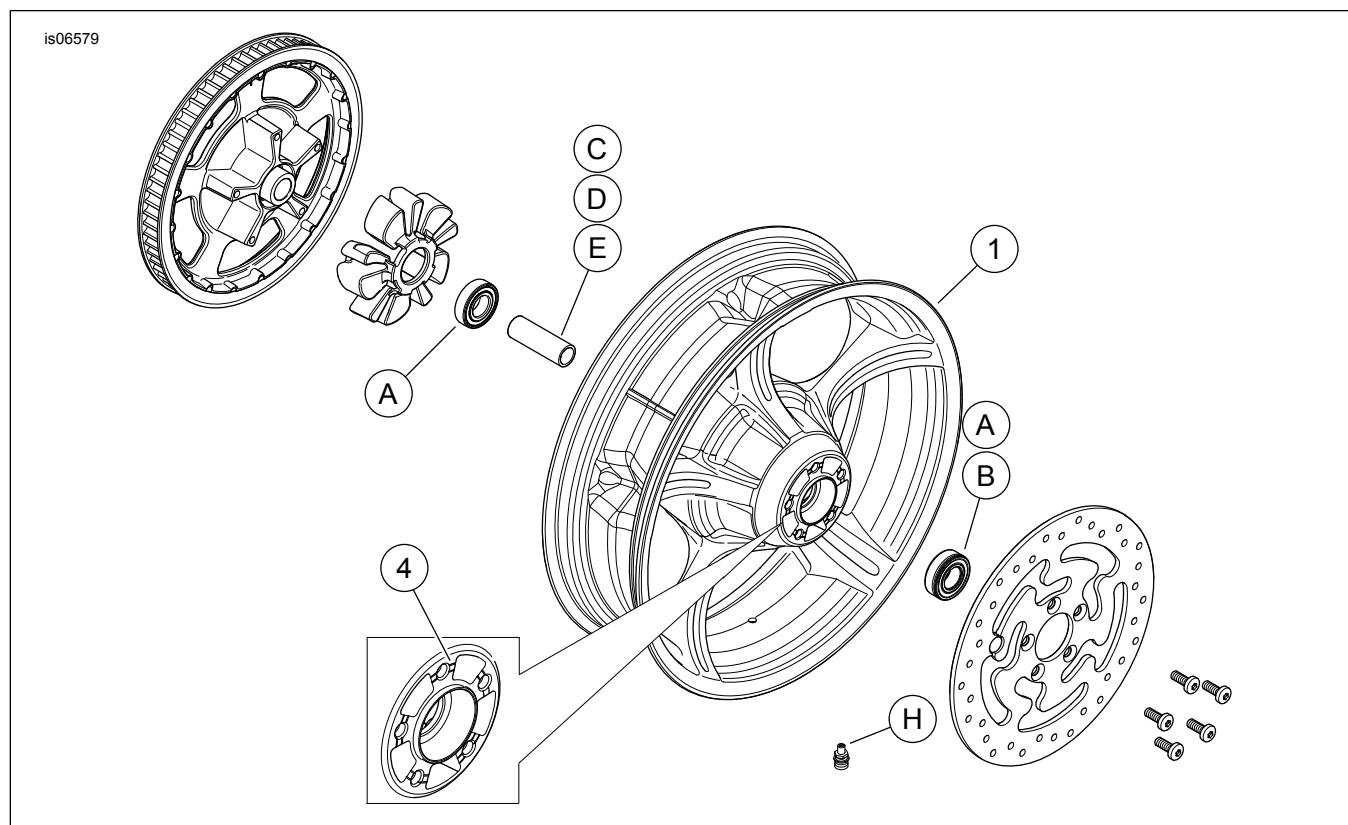

Figura 1. Parti di ricambio: Ruote posteriori Anarchy
Questi kit comprendono solo le ruote personalizzate. Vedere Figura 1 e Tabella 2.
2. Vedere Figura 1. Installare il gruppo dello stelo della valvola (H) sulla ruota. Vedere PNEUMATICI nel manuale di manutenzione.